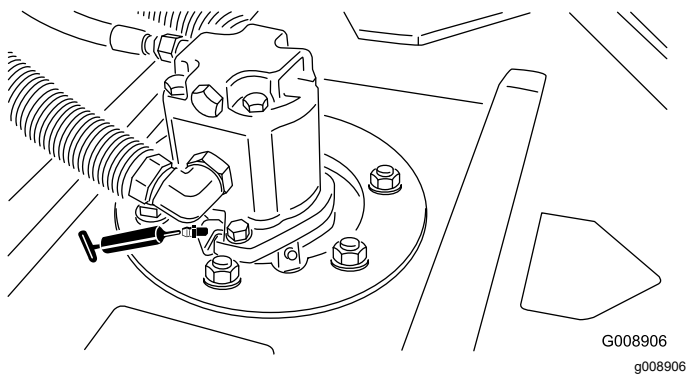

Bild 43
- 2 (pro Mähwerk) Mähwerkspindelwellenlager (**Bild 43**)